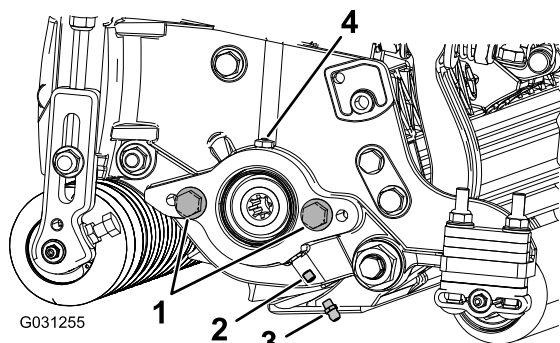

Figure 6
2. Montez les graisseurs droits (Figure 6).
3. Si la plaque latérale du moteur de cylindre ne possède pas de boulons, mettez-les en place (Figure 6).
6. Graissez la plaque latérale jusqu'à ce que l'excédent de graisse ressorte par l'orifice de graisse (Figure 6).